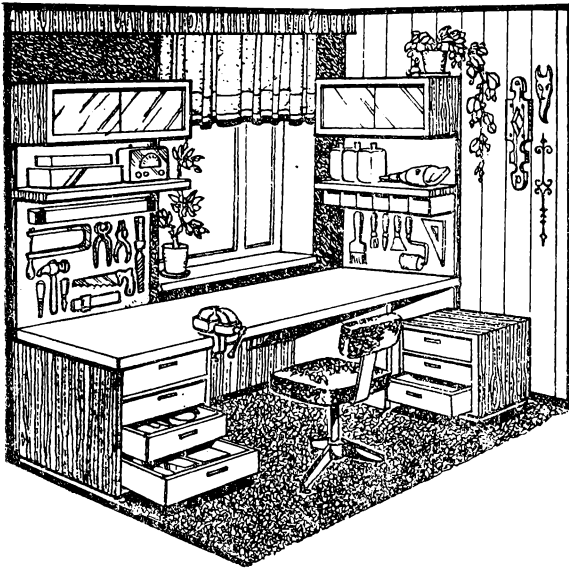
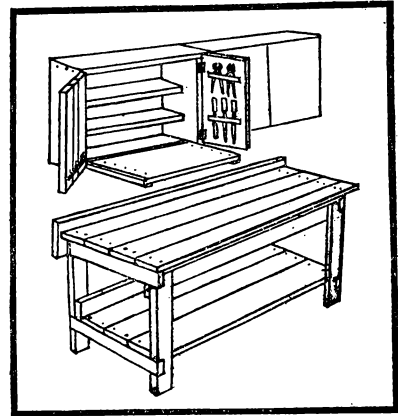

Рис. 3. Домашняя мастерская
Рис. 4. Рабочий стол и навесной шкаф для мастерской
**Жижесборник** (рис. 4С, Г) для сбора и хранения жидкости от домашних животных тоже выполняется из железобетонных колец или кирпича-железняка. Стенки у него водонепроницаемые, кирпичные, толщиной 38 см (полтора кирпича), прямоугольной формы. Кладут их на цементном растворе, изнутри ожезляют, снаружи дважды обмазывают горячим битумом и устраивают глиняный замок из битой глины слоем 20—30 см. Сверху устраивают деревянный люк из просмоленных досок, делают отмокту (глинощебеночную или асфальтобетонную) с уклоном наружу, чтобы не проникали дождевые и талые воды. Подающая труба (керамическая, асбоцементная или чугунная) с уклоном от лотка проходит в закрытом грунте под фундаментом сарая. В зависимости от количества животных делают один или два колодца. Люк периодически открывают, вычерпывают жижу и поливают навоз и компост.
Мастерскую, пусть самую маленькую, нужно тщательно оборудовать. Рабочий стол должен быть очень крепким, массивным, чтобы на нем можно было пилить, строгать, забивать гвозди (рис. 3). Лучше сделать его своими руками (рис. 4).